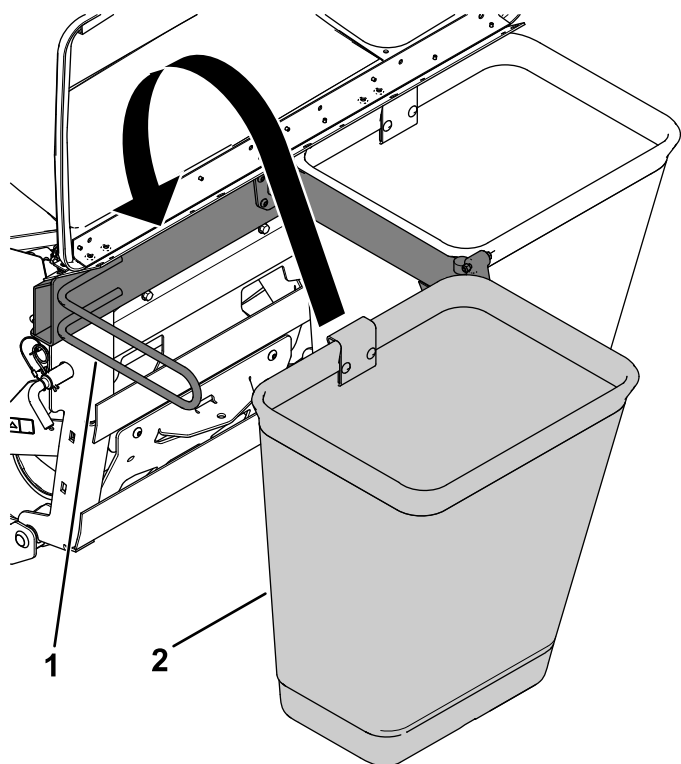

Figura 13
1. Enganche la bolsa en el bastidor del ensacador (Figura 13).